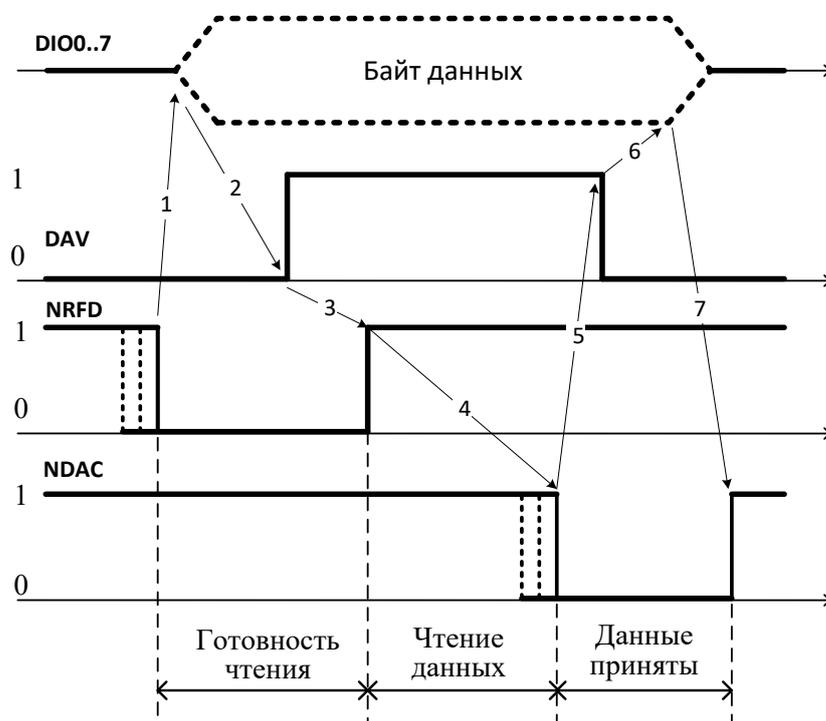

Рис. 3. Передача байта по шине GPIB
Алгоритм передачи байта по шине данных с использованием этих сигналов иллюстрируется на рис. 3. Исходное положение при передаче данных – все приёмники выставляют нулевой сигнал NRFD (1). После этого передатчик устанавливает байт на шине данных и подтверждает его достоверность сигналом DAV=1 (2). Далее идёт процесс приёма данных, при этом устанавливается сигнал NRFD =1 (неготовность к новому приёму) (3). Конец приёма данных приёмник обозначает установкой сигнала NDAC=0 (4). После получения этого сигнала от всех